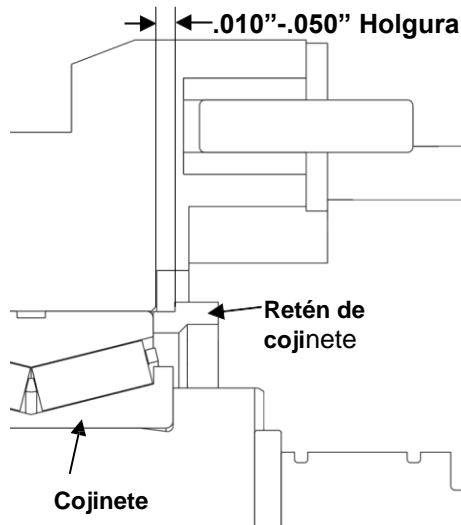
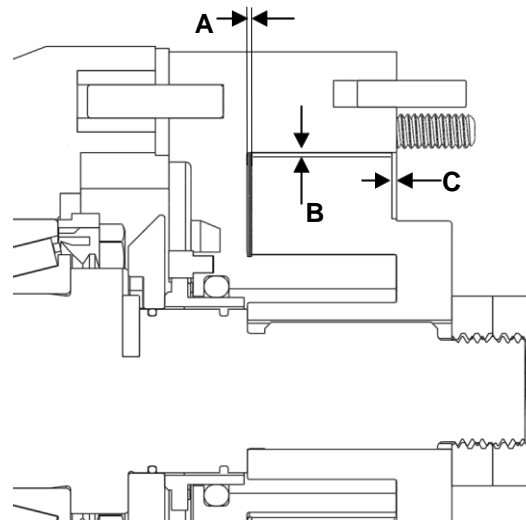

Figura 55: Holgura de retén de cojinete
Figura 56: Holguras importantes
5) Una vez que los ejes se presionen en la caja de engranes, instale los retenes de los cojinetes para mantener los ejes en su lugar temporalmente (no instale sellador líquido). Asegúrese de que haya una holgura adecuada entre el retén y la caja de engranes, como se ve en la Figura 55. Coloque el cuerpo en la caja de engranes, asegurándose de que esté bien asentada. Ensamble los rotores en el cuerpo y apriételos con las contratuercas. Mida las dimensiones A, B y C que se ven en la Figura 56 y consulte la Tabla 4 (página 22) para verificar las holguras. Si las holguras no son correctas, los ejes deben retirarse y las calzas deben ajustarse. Si las holguras son correctas, retire los rotores y el cuerpo.